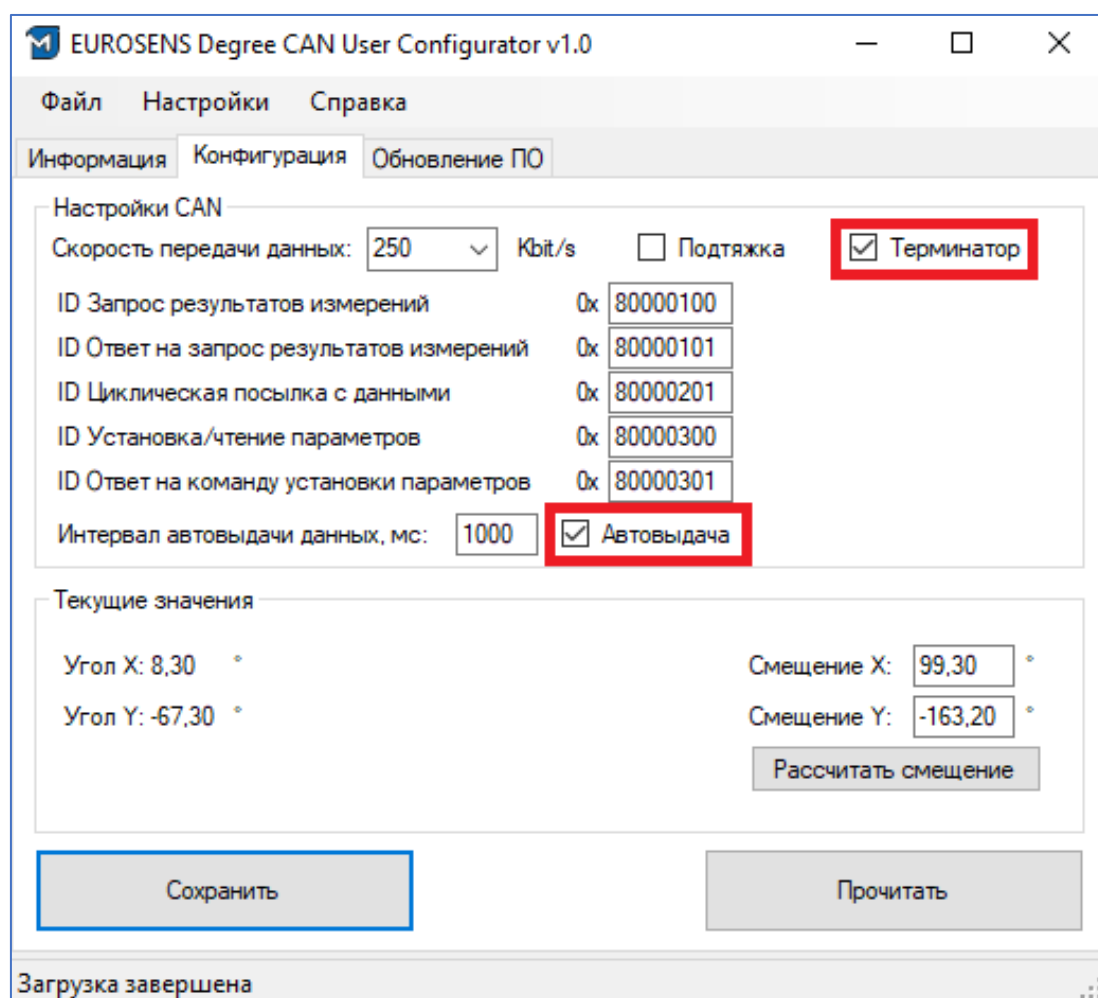

рис. 7.1. Настройки датчика
- 1) Для работы с терминалом, в настройках датчика включите «автовывадачу» данных и «терминатор» (рис. 7.1).